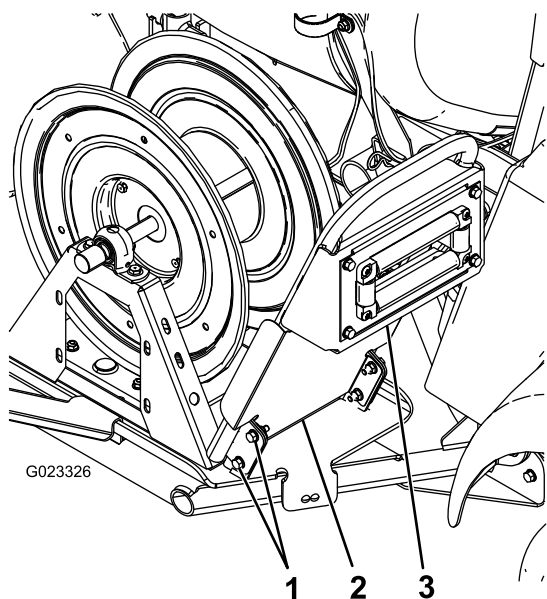

Figura 11
5. Montai fără să strângei mânerul pe placa pivotantă cu 4 uruburi (5/16") (Figura 11).
6. Ataai protecția împotriva noroiului la mânerul la placa pivotantă cu ajutorul uruburilor montate la pasul 5 și cele 4 piulițe cu guler (5/16") (Figura 11).